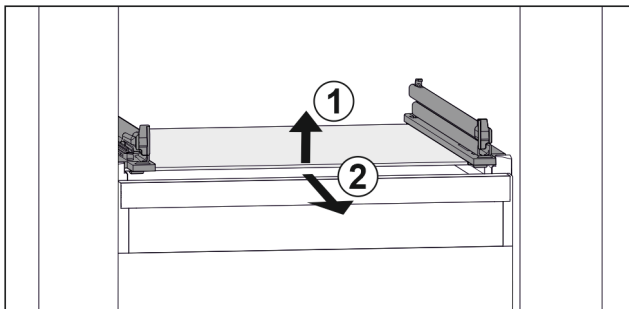

Fig. 114 Representación de la placa de vidrio a modo de ejemplo
- ▶ Levante la placa de vidrio por delante. Fig. 114 (1)
- ▶ Retire la placa de vidrio hacia delante. Fig. 114 (2)